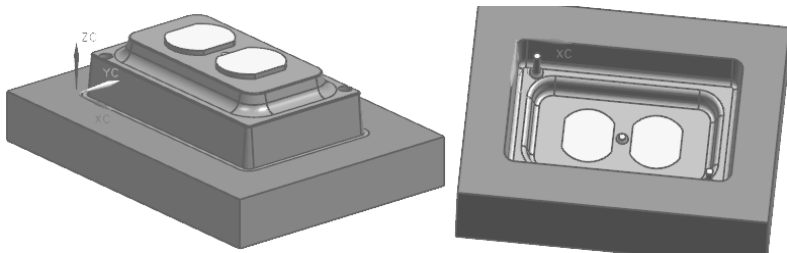

图 9-68 创建的型芯和型腔
(1) 将塑胶产品调入注塑模向导模块，进行模具设计验证，确定模具坐标系，创建工作，进行一模二件的型腔布局，修补产品表面通孔，最后进行分型设计，创建型芯和型腔如图 9-68 所示。